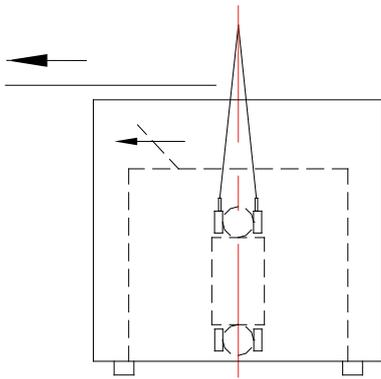
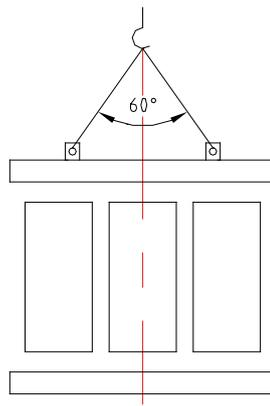

Рисунок 1
Рисунок 2
- 5.3 Четыре места на нижней поверхности упаковки активной части трансформатора отмечены надписями «Поднимать здесь» (Lift here). Прежде чем приступить к извлечению трансформатора из упаковки, необходимо снять крышку упаковки и верхнюю часть кожуха трансформатора. Для подъема трансформатора следует использовать подъемные проушины на корпусе трансформатора (см. рисунок 1); при отсутствии упаковки или подъеме трансформатора из упаковки следует поднимать трансформатор за все подъемные проушины, имеющиеся на его корпусе (см. рисунок 2); угол между тросами не должен превышать 60 градусов. Если высота подъема ограничена и невозможно выдержать угол в 60 градусов, необходимо использовать подъемную траверсу.